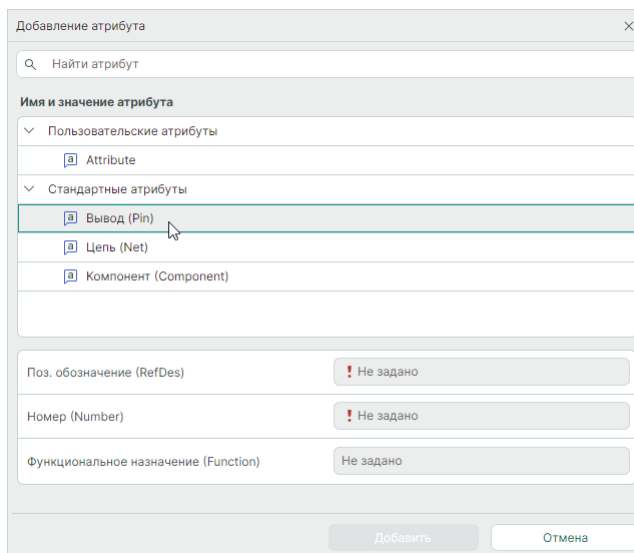

Рис. 495 Выбор шаблона атрибута
1. Выберите шаблон нажатием левой кнопки мыши, см. Рис. 495.